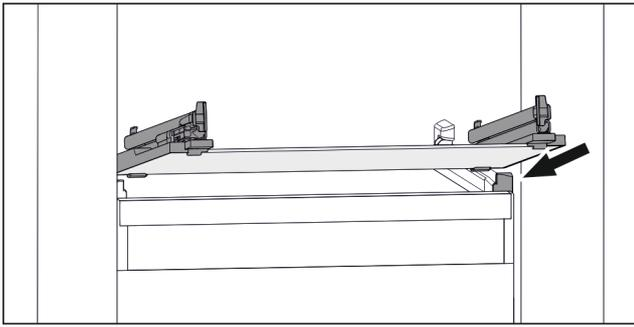

Fig. 140 Примерное отображение стеклянной пластины
- ▶ Наклоняя вниз, установите стеклянную пластину за стопоры. (см. Fig. 140)